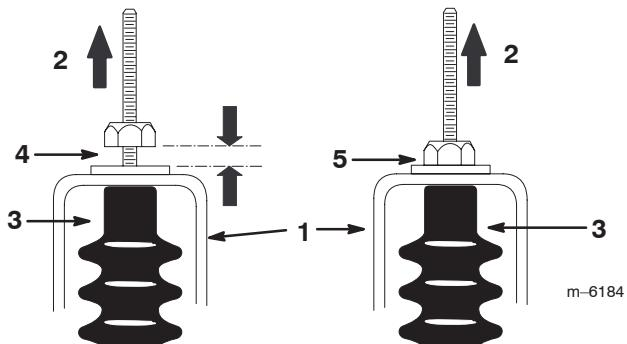

Figure 26
5. Tirez sur chaque câble de sélection et vérifiez qu'il n'y a pas d'espace entre l'écrou/rondelle et la patte de réglage du point mort (Fig. 26). Serrez l'écrou s'il y a un espace.